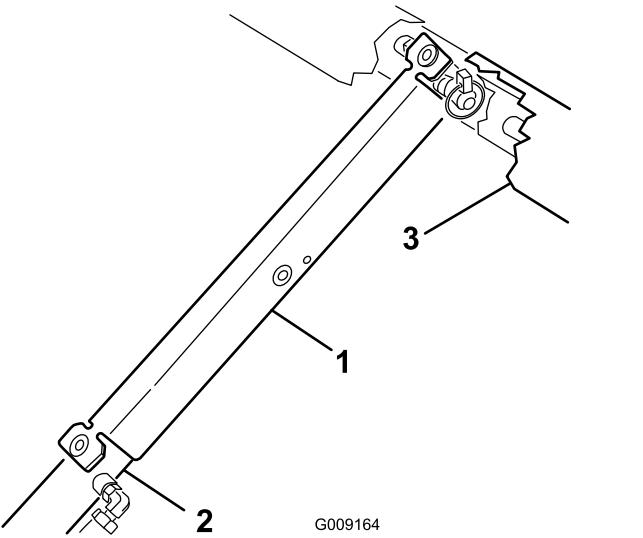

Figura 13
3. Introduza o suporte da plataforma na haste do cilindro, assegurando que as linguetas encostam à extremidade do cilindro e à extremidade da haste do cilindro (Figura 13).